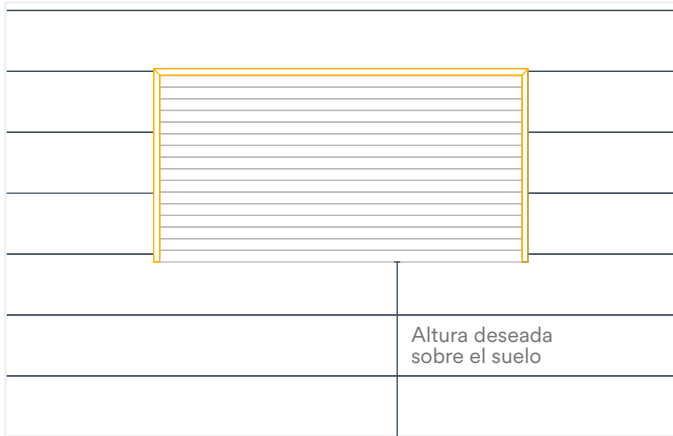
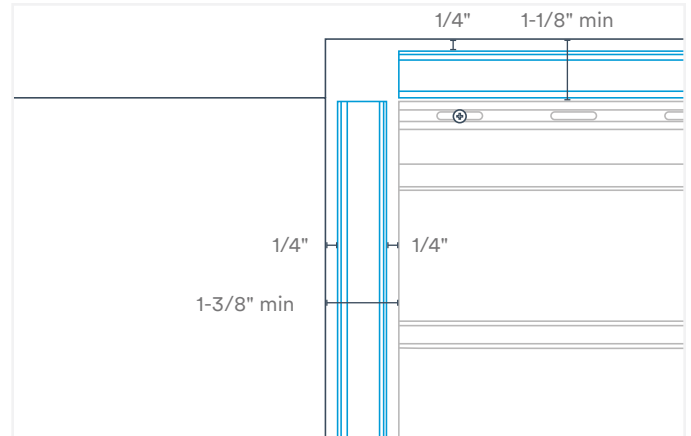

Fig. 23
Fig. 24
1. Consulte la imagen a continuación para conocer el diseño de instalación recomendado (Fig. 23) y las medidas de espaciado adecuadas (Fig. 24). Es fundamental dejar un espacio adecuado entre los paneles Wall&CeilingBoard y el área del panel SlatWall para la H Channel Snap-In Trim que servirá como moldura de transición entre los dos productos. El espaciado sugerido es el mismo para las orientaciones de instalación horizontales y verticales de Trusscore Wall&CeilingBoard.